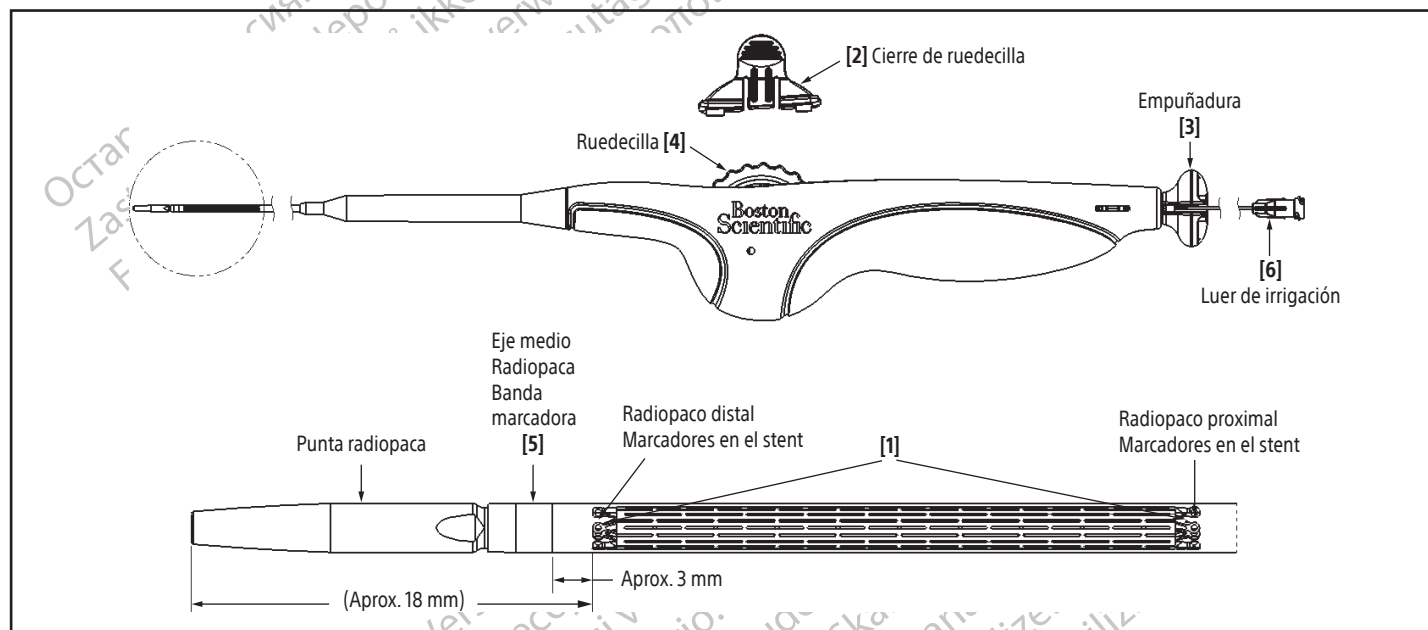

Figura 4. Sistema introductor del stent
7. Acople una jeringa de 10 ml (10 cc) con solución salina al luer de irrigación [6] en el mango. Aplique presión positiva. Continúe irrigando hasta que la solución salina aparezca en el extremo distal del lumen de la guía. Extraiga el luer de irrigación [6] (para ello, tire de la jeringa o del mismo luer de irrigación [6]) (consulte la figura 4).